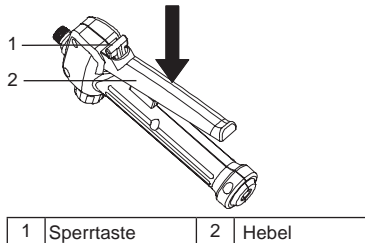

Abbildung 12
3. Halte den Hebel gedrückt, um mit dem Sprühen anzufangen. Siehe Abbildung 12.
1. Drücke zum Verriegeln den Hebel nach unten und ziehe den Verriegelungsknopf nach hinten, lasse dann anschließend den Hebel los. Siehe Abbildung 12.